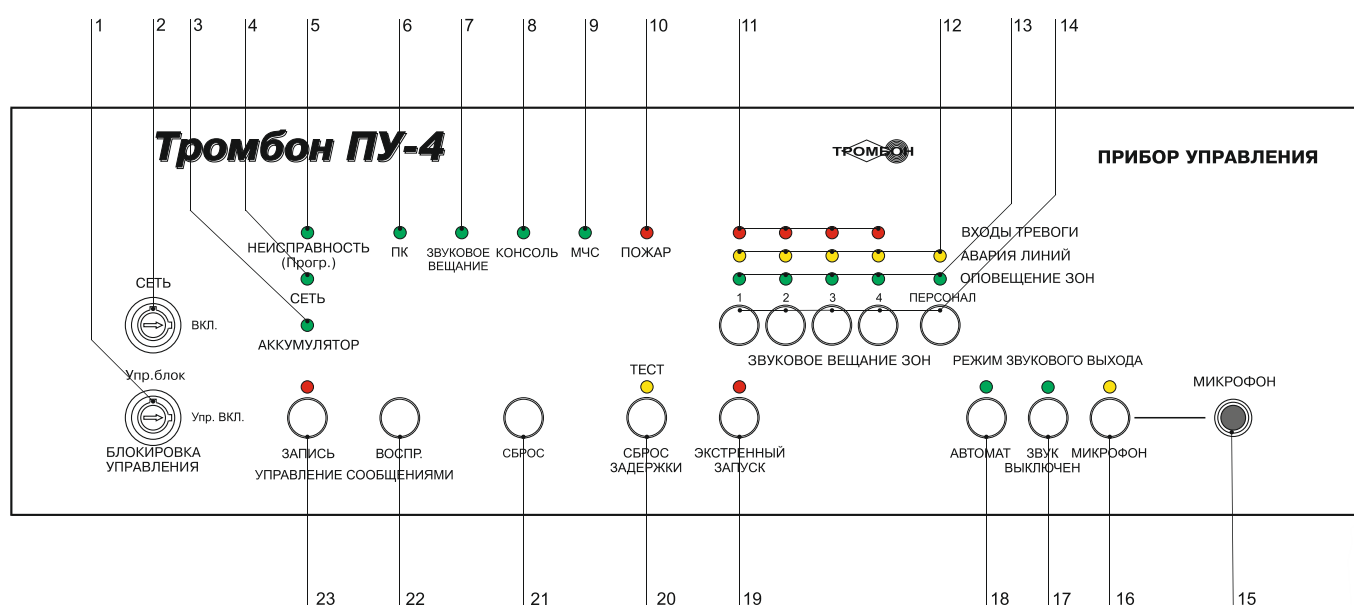

Рис. 1. Внешний вид ПУ «Тромбон ПУ-4» и расположение органов управления и индикации.
4. Любые другие значения сопротивления линии связи, воспринимаются прибором как авария линии связи с ППКП. На передней панели прибора зажигается индикатор аварии линий (рис. 1, поз. 12) соответствующий номеру неисправной линии и периодически издает звук зуммера.
Основной режим работы прибора. В этом режиме все реле прибора выключены, питание на усилитель мощности не подается. В «Дежурном режиме» прибор выполняет контроль входов пожарной сигнализации, входа МЧС и контроль линий связи с оповещателями. В «Дежурном режиме» работы на передней панели прибора горят индикаторы «Сеть», «Аккумулятор» и «Автомат» (рис. 1, поз. 4, 18).